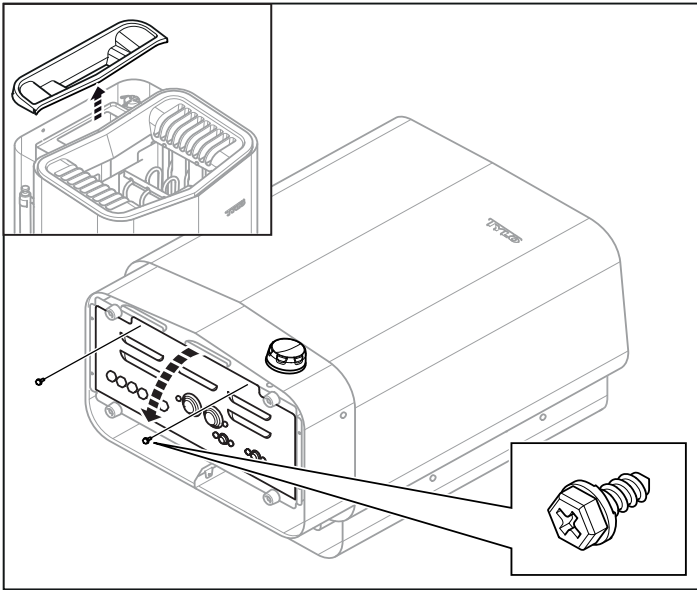

Рисунок 9: Открытие/закрытие крышки
- Снимите крышку резервуара для воды и положите нагреватель лицевой стороной вверх (см. Рисунок 9).
- Открутите винты и откройте крышку (см. Рисунок 9).
- Закройте крышку и затяните винты (см. Рисунок 9).